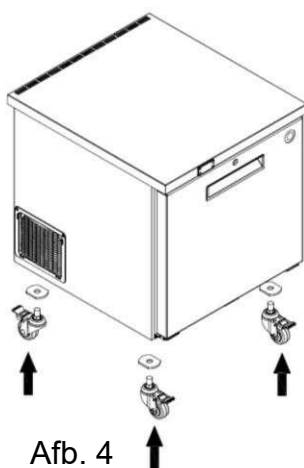

Afb. 2
- Verwijder de twee M20-bouten aan de onderkant van het apparaat (zie afb. 2).